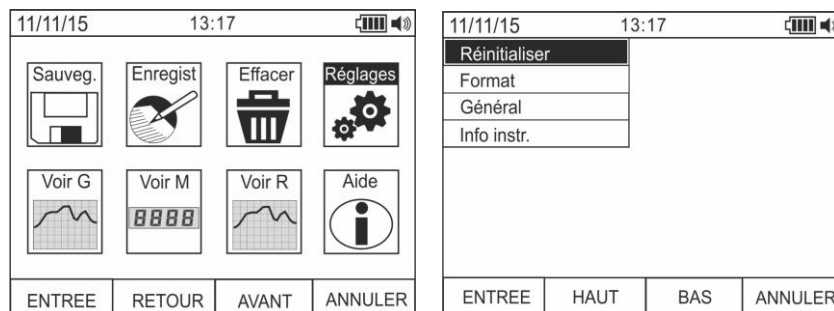

Fig. 13: Paramètres généraux de l'instrument
17. Utiliser les touches **F2** ou **F3** pour sélectionner l'icône «Réglages» et appuyer sur la touche **F1** (voir Fig. 13 – partie gauche)